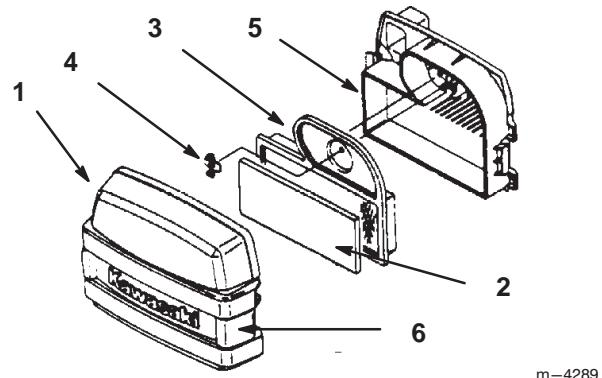

Bild 38
2. Reinigen Sie den Bereich um den Luftfilter herum, um zu verhindern, dass Schmutz in den Motor fällt und Schäden verursacht. Lösen Sie die beiden seitlichen Verschlüsse und entfernen den Luftfilterdeckel (Bild 38).
3. Entfernen Sie den Schaumstoffeinsatz vorsichtig vom Papiereinsatz (Bild 38).
4. Schrauben Sie die Flügelmutter los und entfernen den Papiereinsatz (Bild 38).
1. Ziehen Sie das Schaumelement vorsichtig auf den Papiereinsatz auf (Bild 38).
2. Platzieren Sie die Luftfiltergruppe auf dem -unterteil und bringen die Flügelmutter an (Bild 38).
3. Bringen Sie den Luftfilterdeckel und den Verschluss an (Bild 38).